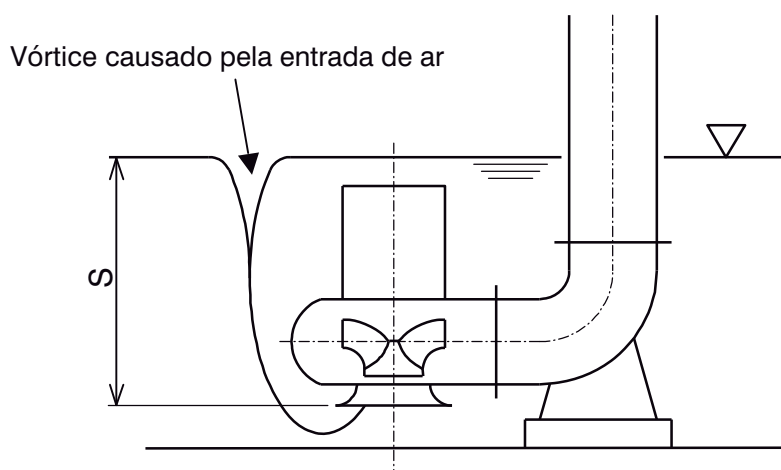

Fig. 1 - Vórtice causado pela entrada de ar
A falta de submersão mínima permite a entrada de ar na sucção da bomba gerando um vórtice, conforme mostrado na Fig. 1. A geração desse vórtice pode ser evitada respeitando a submersão mínima da bomba (S).